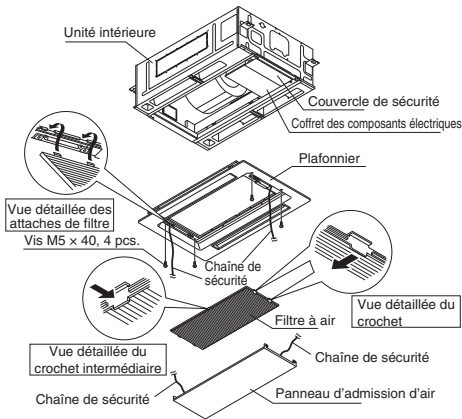

Fig. 7-15
Appuyer sur le crochet avec la main pour enlever le filtre à air. (Fig. 7-15)
- (2) Installer le plafonnier sur l'unité intérieure. (Voir la Fig. 7-15. Le connecteur se trouve dans le coffret des composants électriques).